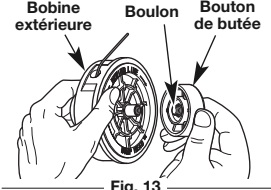

Fig. 13
- Tenez d'une main la bobine extérieure et dévissez le bouton de butée en le tournant vers la gauche (Fig. 13).